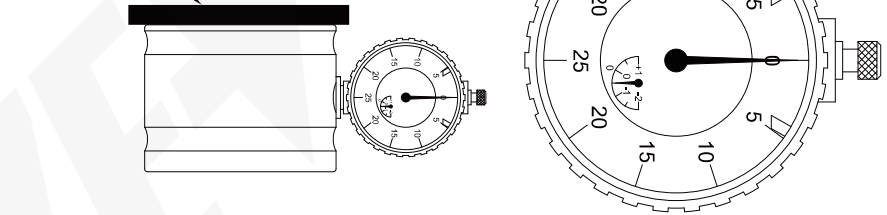

Abb.1
- Drücken Sie die Nullstellfläche, um die Ambossfläche und die Referenzfläche auf das gleiche Niveau zu bringen. Die Messuhr zeigt an, dass der lange Zeiger auf 0 und der kurze Zeiger auf -0,5 zeigt (Abb. 1).